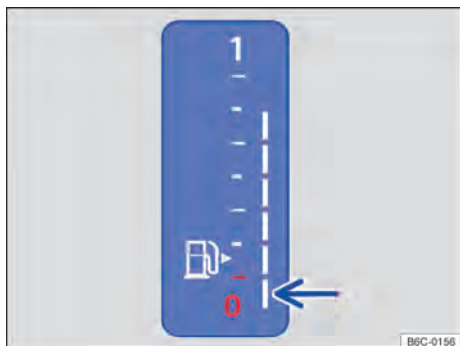

Fig. 15 No instrumento combinado digital: indicador do nível de combustível.
Marcação de reserva no último segmento pequeno (seta) → Fig. 15	Tanque de combustível quase vazio É consumido o combustível reserva → Página 250. Abastecer assim que possível → ①.
A pequena seta ao lado do símbolo da bomba de combustível no mostrador → Fig. 15 indica de que lado do veículo está a portinhola do tanque de combustível.